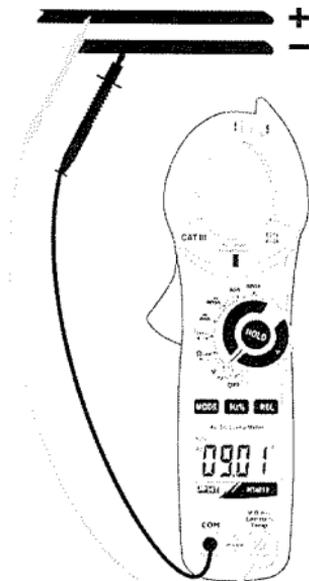

Abb. 2: Verwendung der Zange für Gleichspannungsmessung
2. Verbinden Sie die rote Messleitung mit der $V\Omega\text{Hz}\%$ Eingangsbuchse, und die schwarze Messleitung mit der **COM** Eingangsbuchse (siehe Abb. 2).